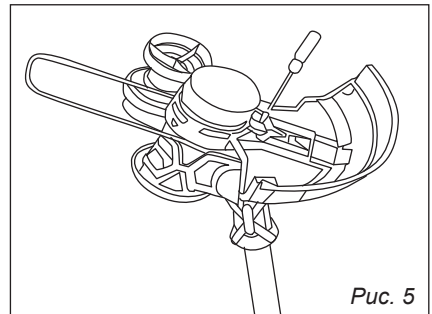

Рис. 5
3. Установите защитный кожух на корпус двигателя, задвинув его в паз и зафиксируйте с помощью винта (рис. 5).